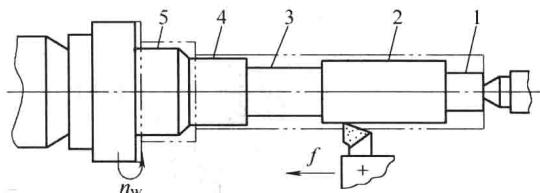

图 1-4 车削变速器第一轴阶梯外圆
(3) 工步 在加工表面、切削刀具和切削用量不变的情况下，所连续完成的那一部分加工过程，称为工步。如图 1-4 所示，使用一把车刀，采用同一切削用量顺序车削变速器输入轴外圆表面 1、2、3、4、5（用粗实线表示的表面），是在五个工步中完成轴的五段不同直径的车削加工的。